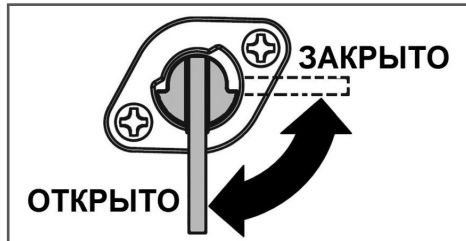

Рис. 14 Кран топливный
- Откройте топливный кран (Рис. 14).
3. Откройте топливный кран (Рис. 14).